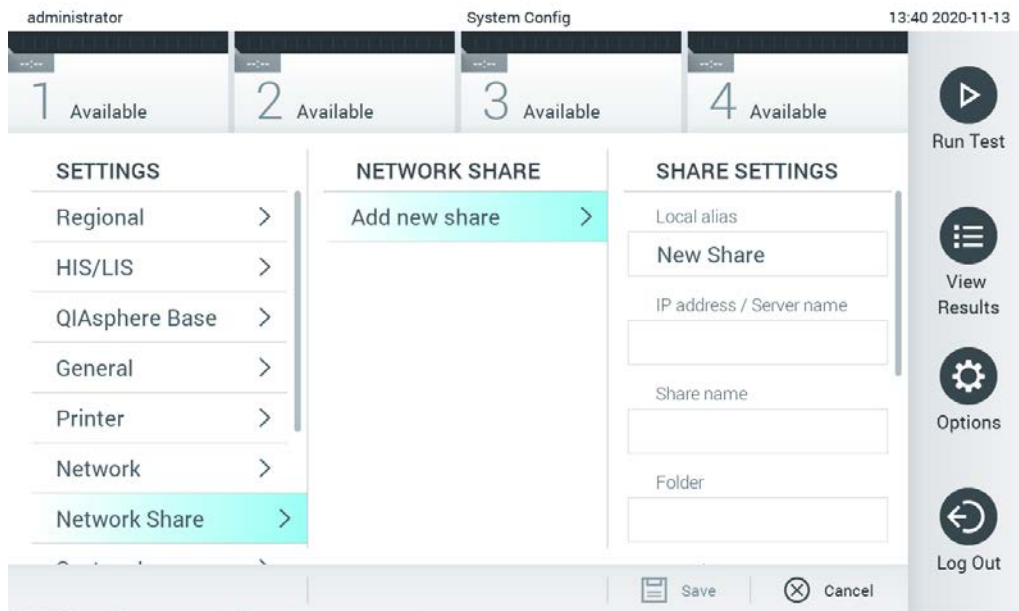

Figura 69. Adăugarea unei partajări de rețea.
3. Apăsați butonul **Add new share** (Adăugare partajare nouă) (Figura 69).